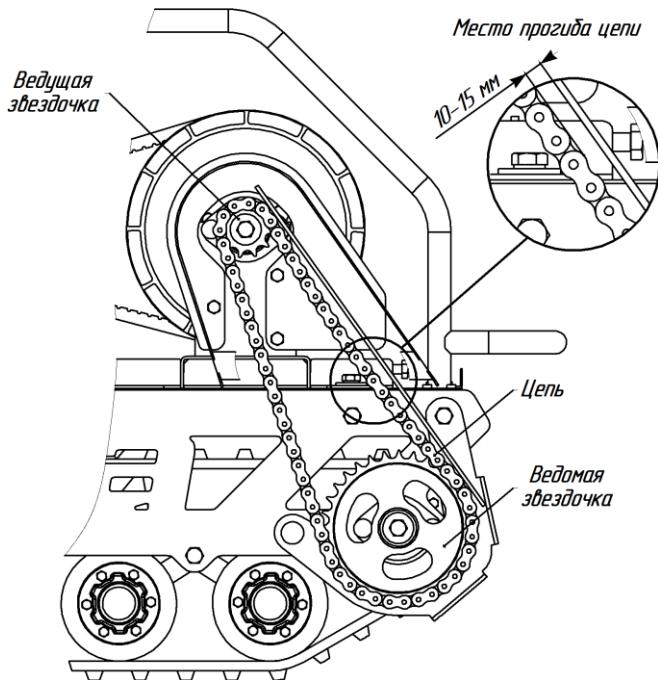

Рис.8. Проверка натяжения цепи
Нормально натянутая цепь, посередине между звездочками будет иметь прогиб 10-15 мм (рис.8). Свободный ход менее 5 мм приведет к быстрому растяжению цепи и, как следствие, к износу звездочек. Излишне свободная цепь может слететь на ходу. Свободную цепь необходимо подтянуть.
• отрегулируйте натяг гусеницы с помощью болта натяжения гусеницы (поз.3) в сторону против движения мотобуксировщика, вращая болт по часовой стрелке. Болты натяжения гусеницы (поз.3) с обеих сторон необходимо закручивать/откручивать на одинаковые расстояния, ориентируясь на расстояние от центра болта ведомого вала до центра болта ведущего вала (рис.8). При этой регулировке расстояния с левой и правой стороны мотобуксировщика **обязательно** должны быть одинаковыми.